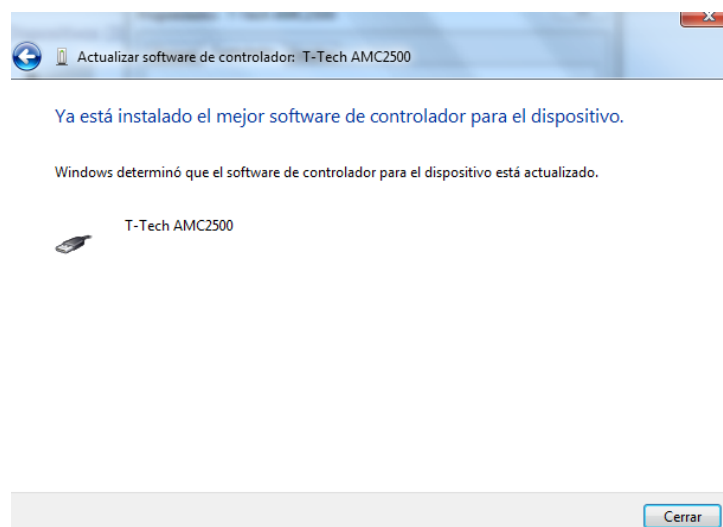

Figura 26. Dispositivo actualizado.
- ✓ Verifique que el driver este actualizado ver figura 26.